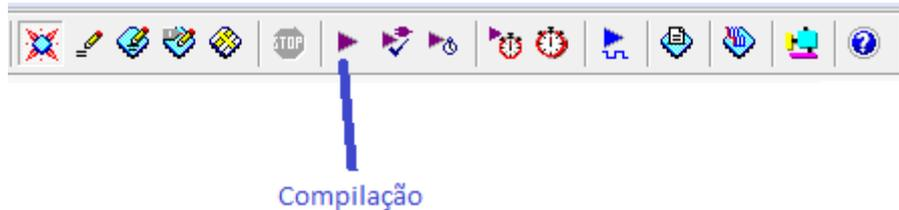

Figura 7 - Barra de ferramentas do Quartus(R) II 9.1, destacando o botão de compilação.
- **Processing -> Start Compilation**, ou um clique no botão indicado na figura 7, da barra de ferramentas do Quartus(R) II 9.1.
Para configurar o modo Funcional, deve-se preencher o modo de simulação com **Functional**. A figura 7, mostra esta configuração.